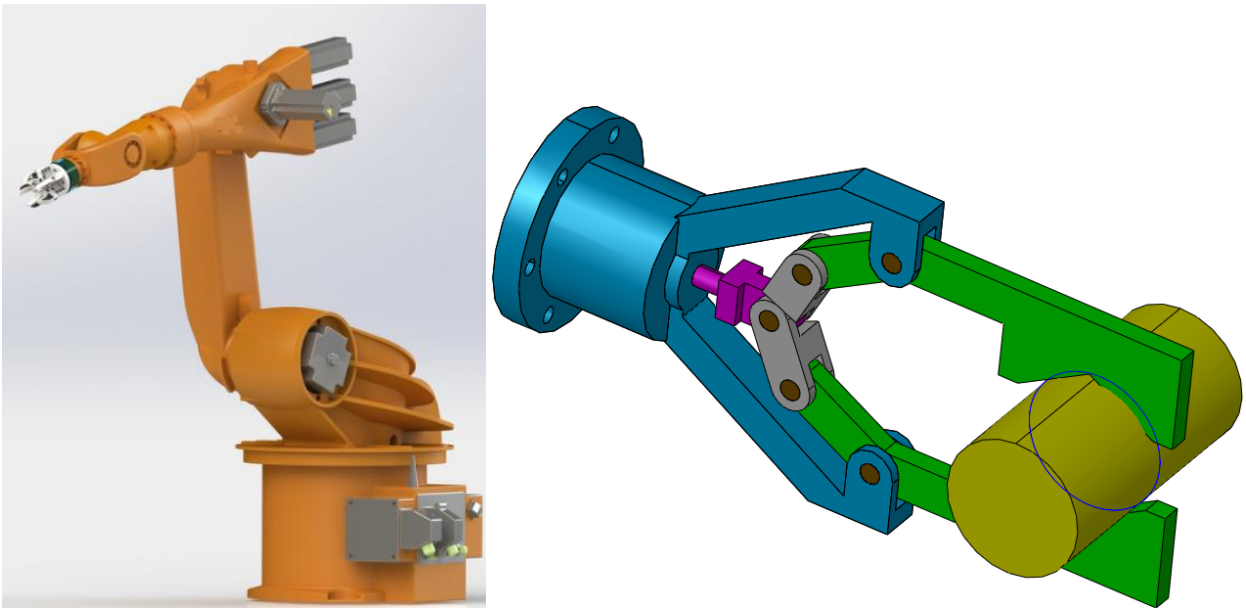
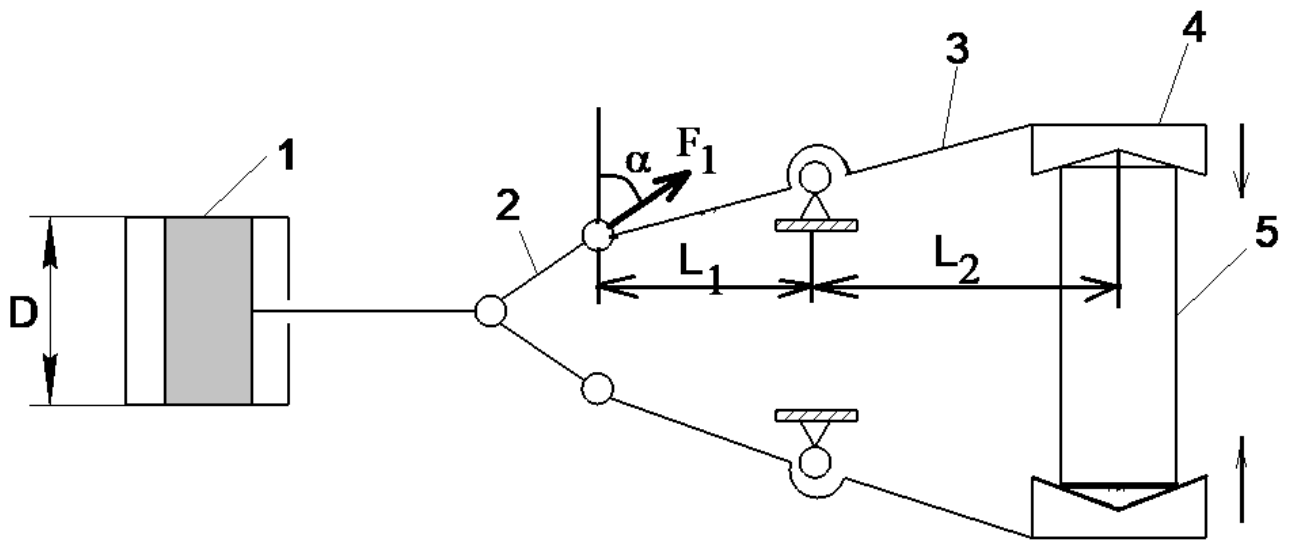

Рис. 6 Робот-манипулятор и его схват
Рис. 7. Вид на схват сбоку
Для перемещения деталей электромобиля на производственном участке применяется робот-манипулятор (рис. 6, слева). Для захвата и удержания деталей робот оснащен симметричным схватом (рис. 6, справа; схема на рис. 7). Схват состоит из пневмопривода (1), рычагов (2) и (3), а также губок (4), которые удерживают деталь (5). Определить *диаметр поршня* пневмоцилиндра D (м), требуемого для удержания детали массой 10 кг в схвате, если давление воздуха в пневмосистеме $p=0,4$ МПа, $L_1=0,25$ м, $L_2=0,5$ м, угол между вертикалью и вектором силы F_1 (совпадает с линией звена 2) в шарнире А равен $\alpha=45^\circ$. Коэффициент запаса $k=2,5$ (коэффициент запаса показывает, во сколько раз усилие на схвате должно быть больше необходимого для удержания детали). Принять ускорение свободного падения $g=10$ м/с².